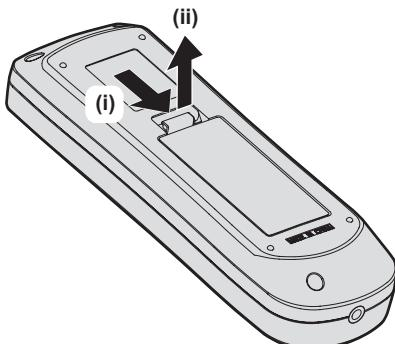

Fig. 1
- 1) Aprire il coperchio. (Fig. 1)